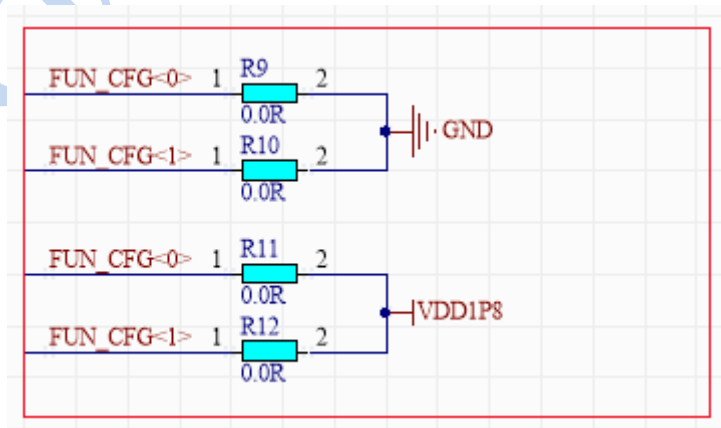

图 3 功能配置引脚
- 刺激功能默认设置为镇痛功能，用户可根据图 3 所示，调整电阻实现功能切换，具体对应详见表 2；
NS4 芯片集成了 3 大刺激功能：镇痛功能、增强肌肉功能、肌肉康复功能，可通过配置芯片的第 12、13 脚来实现功能转换。如图 3 所示，我们默认将两个引脚均拉至低电平，即镇痛功能。